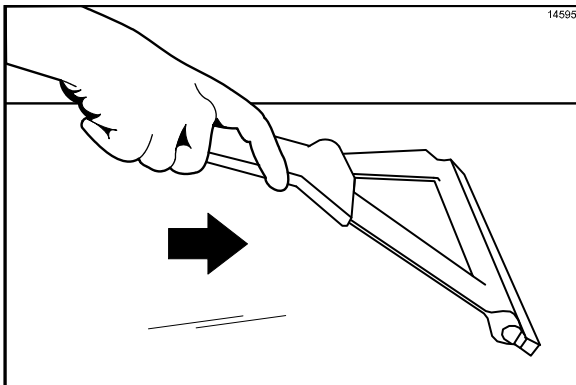

Figure 34
3. Avec le rouleau à essorer, repousser la graisse vers l'arrière de la plaque inférieure du grill, et dans le tiroir de récupération de la graisse. **Ne pas** utiliser le racloir du grill pour cette étape (Cf. Figure 34).